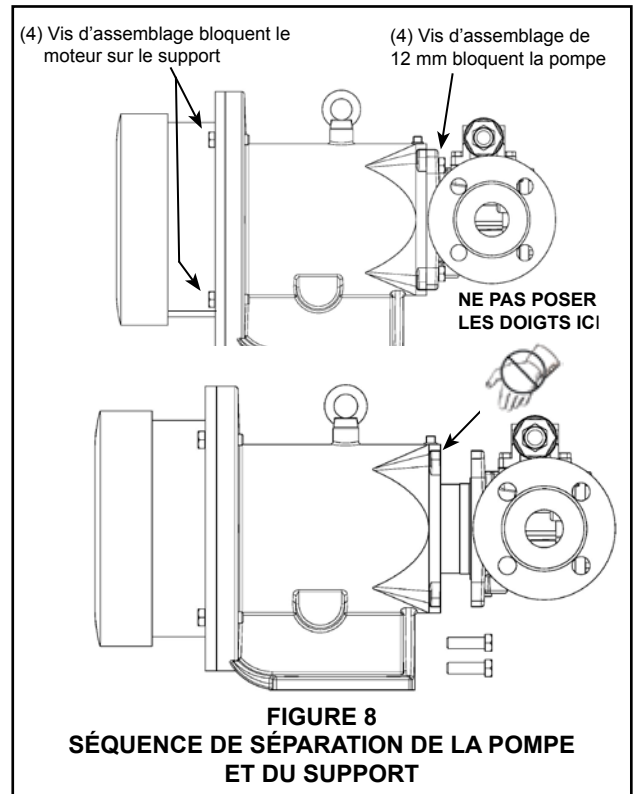

FIGURE 8
- Retirer la tuyauterie des orifices et retirer les (4) vis d'assemblage de 12 mm bloquant la pompe sur le support. Voir la figure 8. Soutenir la pompe avec un palan si possible.
Ne pas poser les doigts sur l'avant de la bride de fixation de la pompe ou la face du support. Procéder avec soin pour sortir l'aimant intérieur de l'aimant extérieur. Voir la figure 8. Si la pompe n'est pas complètement sortie, elle risque de rentrer brusquement dans l'aimant en pinçant un doigt ou la main. Une fois l'aimant intérieur retiré du support, faire attention en le posant car il attire tout objet en acier
- Il doit être possible d'inspecter visuellement les aimants extérieurs depuis l'extrémité du support. S'il est nécessaire de déposer le support, commencer par déposer les (4) vis d'assemblage (voir la figure 8). Séparer le support du moteur ou du corps de palier. Desserrer la vis de blocage sur le moyeu de corps extérieur. Séparer l'ensemble d'aimants extérieurs de l'arbre. Si l'équipement présente un corps de palier, les paliers ne doivent pas nécessiter d'entretien car ils sont scellés. Pour des renseignements supplémentaires sur la réparation de corps de palier, voir **ASSEMBLAGE/DÉMONTAGE DE CORPS DE PALIER** page 8.